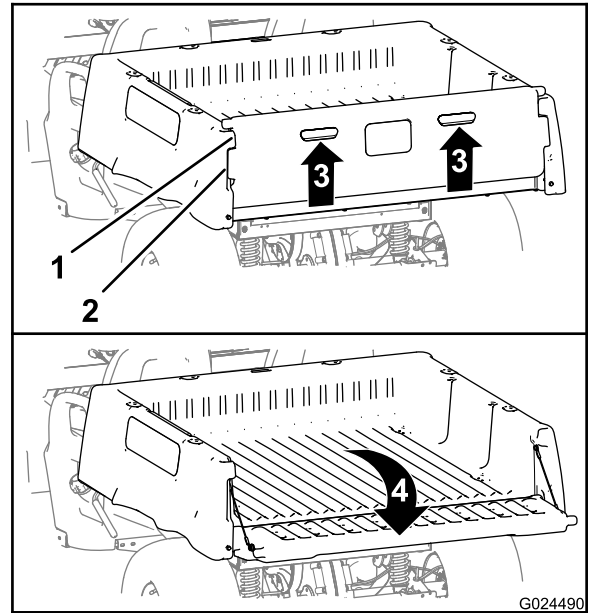

图 15
2. 向上拉起尾门后面板上的手指拉扣图 15。
3. 将尾门的锁紧法兰与货箱两个尾门法兰之间的开口对齐图 15。
4. 向后下方旋转尾门图 15。
- 向前上方旋转尾门直到尾门的锁紧法兰与货箱中的尾槽齐平图 15。
- 将尾门放下直至其落到货箱背部图 15。